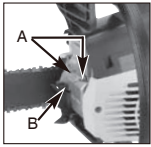

Fig. 17A
1. Retire los 2 pernos (A) y tire hacia afuera del silenciador. (Fig. 17A).